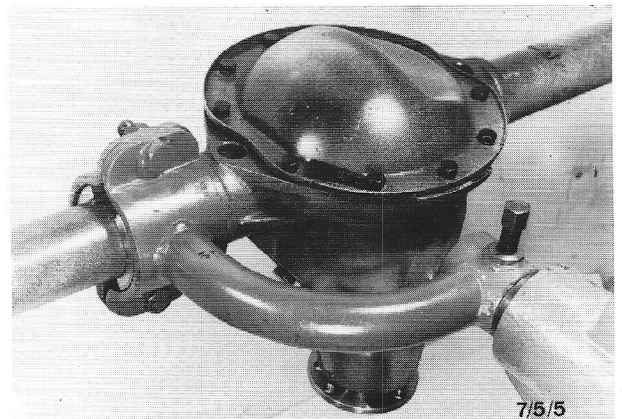

Fig.21 Achterbrug met montagesteun op standaard.
1. Verwijder de remleiding. Bevestig de montagesteun, Nr. G3-4200/P-4138, en plaats de achterbrug op een standaard. Verwijder het deksel en de pakking van het achterbrughuis (10 bouten) en tap de olie af. Verwijder de remtrommels en de steekassen samen met de ankerplaten (4 bouten aan elke zijde)(fig.21).